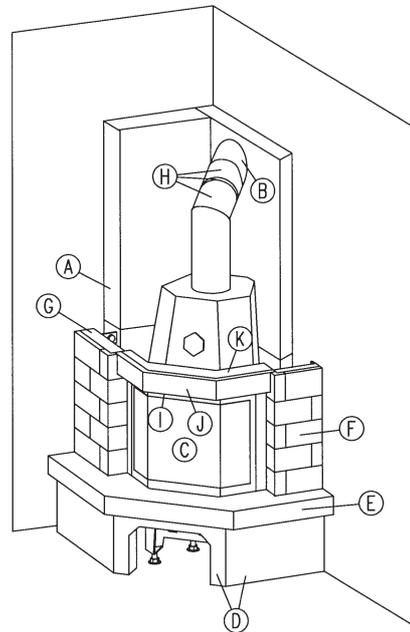

Abb. 8
- 12.2 Auf den Auflagerahmen wird nun der Sturz ohne Spezialsilikon gelegt. Richten Sie den Sturz so aus, dass ein allseitig gleichmäßiger Überstand gegeben ist. Schneiden Sie sich von den 4 cm starken Promasil 950 KS Platten Streifen ab, mit denen Sie den Sturz von hinten vollflächig hinterkleben. Die Promasil Platten werden mit dem K 84 Kleber mit dem Sturz punktweise verklebt. Die Promasil Platten schützen den Sturz vor übermäßiger Erwärmung. Der Sturz muss rechts und links zu den Seitenteilen eine Dehnungsfuge aufweisen, die mit Spezialsilikon ausgefüllt wird. **(Abb. 8)**